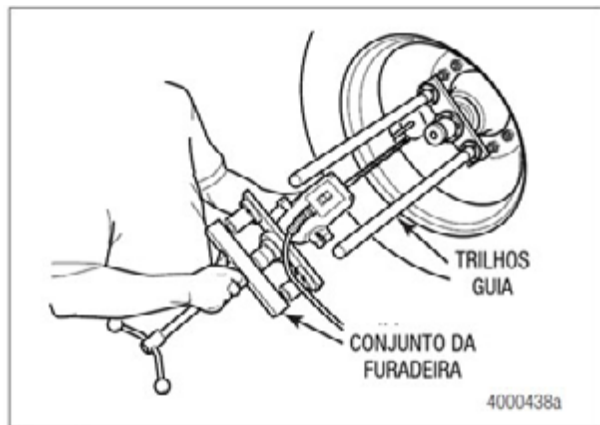
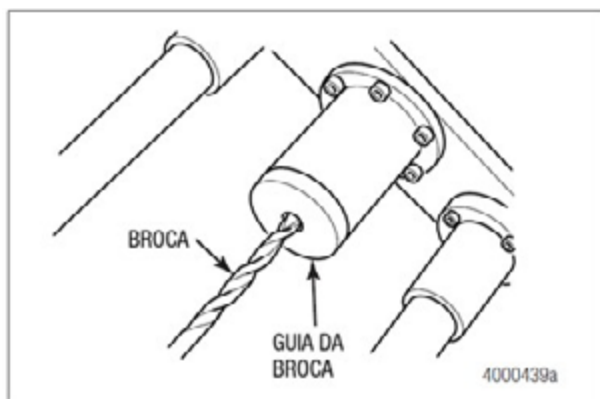

Figura 2.31
Figura 2.32
7. Deslize o conjunto do motor da furadeira sobre os trilhos de guia. Certifique-se de que a broca esteja inserida no guia da broca. Figura 2.31 e Figura 2.32.